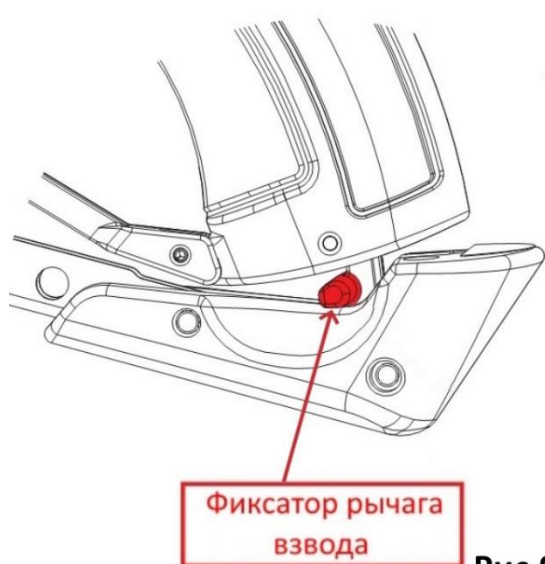
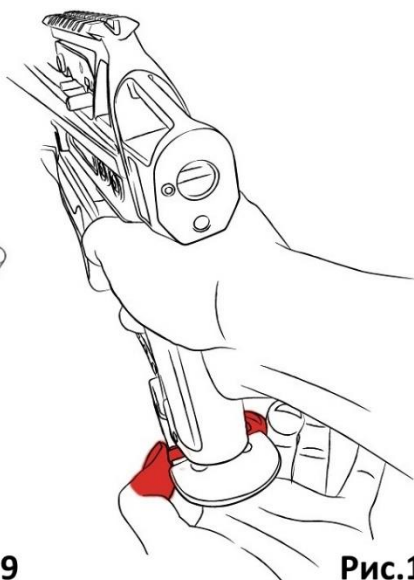

Рис.9
Рис.10
3. Возьмитесь за фиксатор рычага взвода (Рис.9). Большим и указательным пальцами и потяните фиксатор назад, чтобы отсоединить рычаг взвода от нижней части рукоятки арбалета (Рис.10).